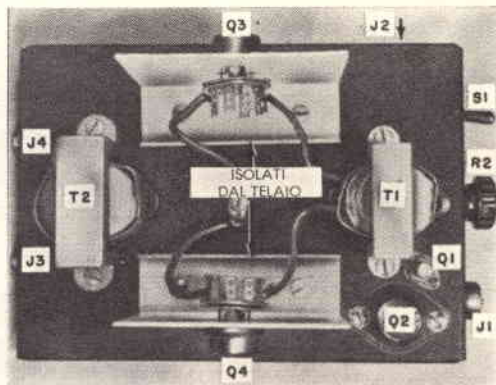
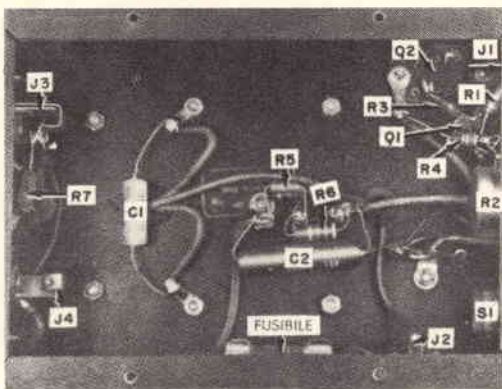
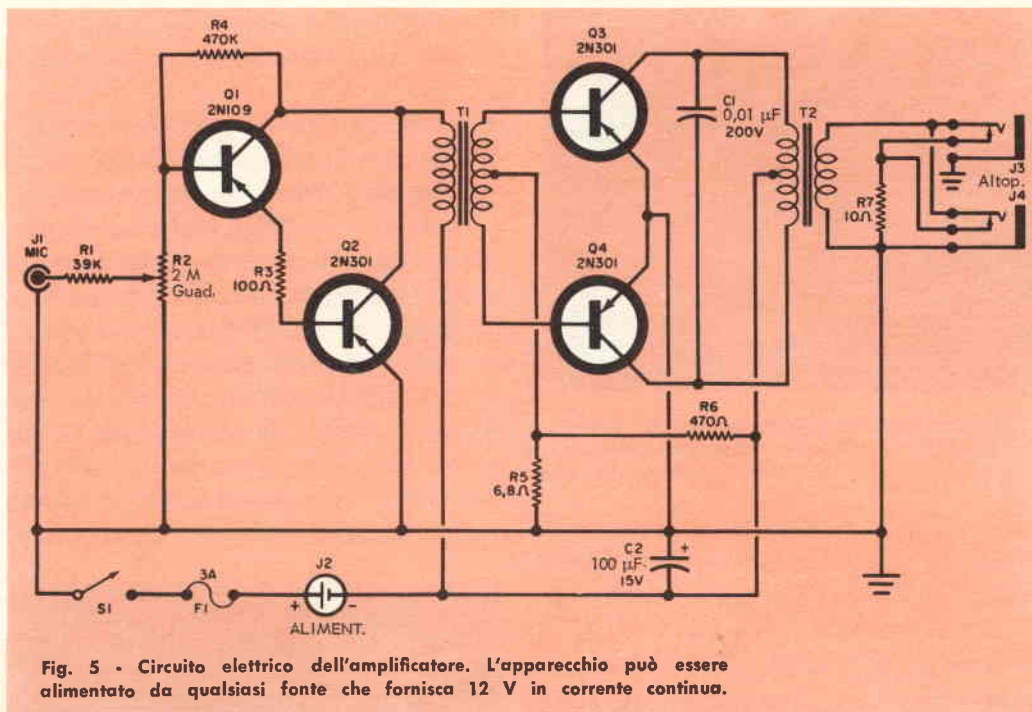
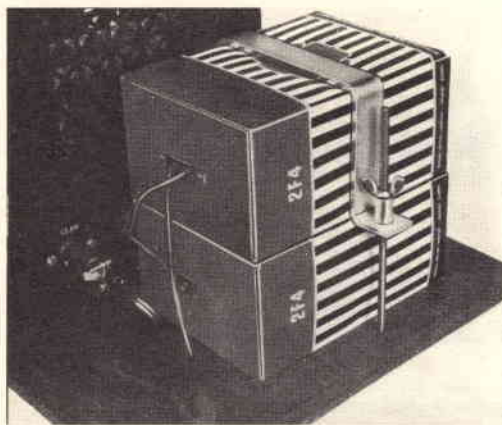

Fig. 3 - Vista della parte superiore del telaio che mostra la disposizione dei componenti principali e le connessioni relative che occorre effettuare.
Fig. 4 - Vista della parte inferiore del telaio; l'amplificatore utilizza un numero di componenti limitato quindi il montaggio è molto facile.
Fig. 5 - Circuito elettrico dell'amplificatore. L'apparecchio può essere alimentato da qualsiasi fonte che fornisca 12 V in corrente continua.
Fig. 6 - Una staffetta e due lunghi bulloncini muniti di galletti fissano saldamente al loro posto due batterie da 6 V collegate in serie.
**L'amplificatore** - Il cuore dell'intero sistema è costituito da un amplificatore audio transistorizzato che consigliamo di costruire per primo. La disposizione dei componenti, il cablaggio ed i dettagli generali della costruzione sono rappresentati in fig. 1, in fig. 2, in fig. 3, in fig. 4 e in fig. 6; lo schema elettrico è fornito in fig. 5.
L'amplificatore è montato su un telaio metallico delle dimensioni di 18 x 15 x 13 cm, munito di un coperchio metallico perforato. Cominciate a praticare nel telaio tutti i fori necessari per montare i vari componenti. Montate il jack di ingresso J1, il controllo di guadagno R2 e l'interruttore S1 ad un estremo del telaio (fig. 3) e i jack di uscita
laio principale ed isolato da questo mediante un pezzo di mica o di sottile materia plastica (fig. 3). I transistori di uscita Q3 e Q4 sono montati su due telaini ausiliari di alluminio delle dimensioni di circa 8 x 8 x 2,5 cm, che servono come radiatori di calore e sono isolati uno dall'altro e dal telaio principale. Usate rondelle di fibra piatte con collarino per proteggere il passaggio delle viti di montaggio del transi-
I collegamenti sono eseguiti con il sistema da punto a punto, come si vede in *fig. 4*. Le sole aree critiche si hanno negli stadi del preamplificatore e nello stadio pilota, nei quali i fili devono essere tenuti corti e diretti il più possibile. Fate particolare attenzione alle uscite del trasformatore ed alla polarità del condensatore C2.
spondere esattamente al fondo della custodia. L'amplificatore è tenuto a posto per mezzo di viti autofilettanti per lamiera che passano attraverso la basetta di legno e si innestano sulle estremità inferiori del telaio; le batterie sono invece sostenute da lunghi bulloncini muniti di galletti che stringono una staffetta di alluminio nel modo illustrato in fig. 6. Tutte le viti ed i bulloni sono incassati nella basetta di legno, così da avere una superficie di appoggio piana e regolare.